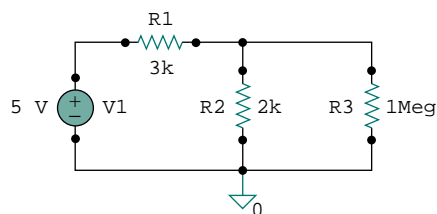

Figure D.10 For Practice Prob. D.1.
**Answer:** See the schematic Fig. D.10.